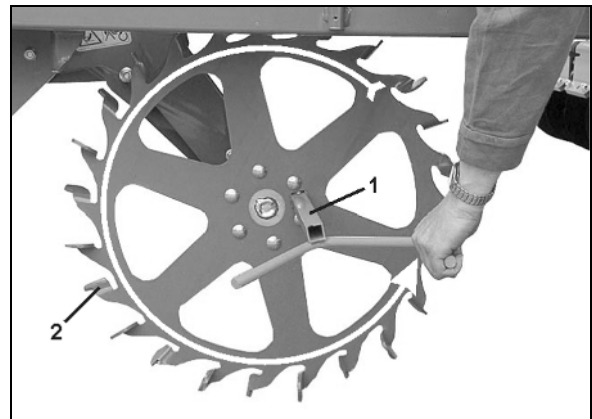

Рис. 67
4. Откройте клапаны загрузочной воронки (Рис. 67/1) на всех дозаторах.
Опасность сжатия при открытии и закрытии клапана загрузочной воронки (Рис. 67/1)!
Беритесь только за накладку (Рис. 67/2) клапана загрузочной воронки, иначе имеется опасность травмирования от удара пружинного клапана (Рис. 67/1).
Никогда не проникайте руками в зону между клапаном загрузочной воронки (Рис. 67/1) и загрузочной воронкой!
8. Закройте клапаны загрузочной воронки (Рис. 67/1) с особенной осторожностью (опасность сжатия!).
10. Откройте клапан загрузочной воронки (Рис. 67/1).